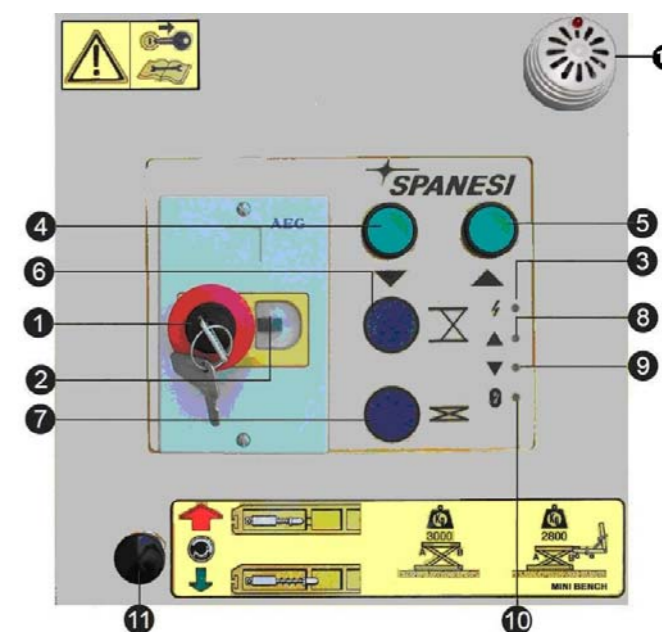

Abbildung 7
- Den Not-Aus-Pilzschalter bis zur Freigabe ziehen (1 - Abb.7).